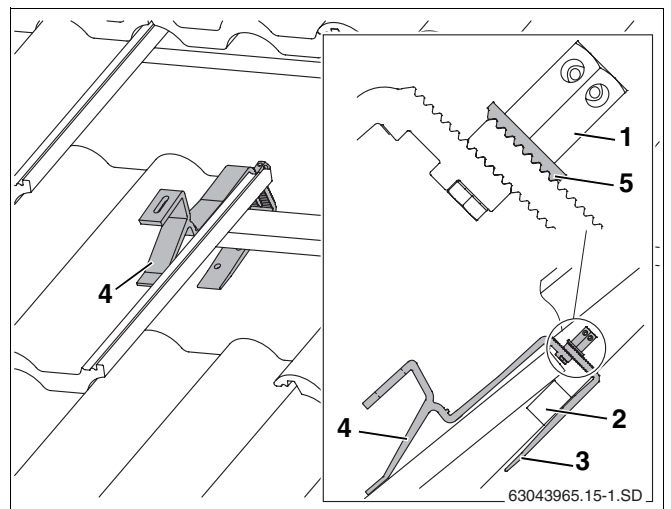

fig. 13 Gancho para telhados encaixado (para uma melhor imagem, algumas telhas não estão apresentadas)
- ▶ Encaixar o gancho para telhados por forma a que o apoio encoste à frente numa depressão da telha (fig. 13, **item 4**).
- ▶ Fazer deslizar para cima a parte inferior do gancho para telhado até (fig. 13, **item 3**) até que esta encoste na ripa (fig. 13, **item 2**).
- ▶ Apertar a porca sextavada comprida (fig. 13, **item 1**). Para o efeito, introduzir a chave SW5 no furo da porca sextavada e apertar.
A anilha dentada (fig. 13, **item 5**) deve encaixar na parte inferior dentada do gancho para telhados.